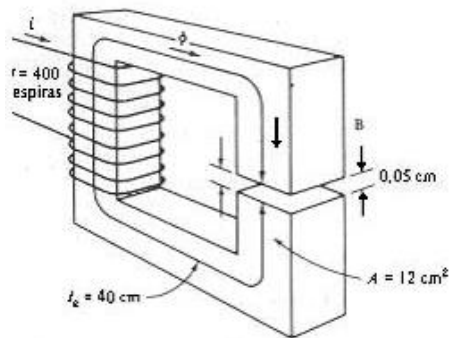

Fig. 1
3.-La Fig. 1 muestra un núcleo ferromagnético cuya longitud de trayectoria media es de  $40 \text{ cm}$ . Hay un pequeño entrehierro de aire de  $0,05 \text{ cm}$  en la estructura del hierro. El área de la sección transversal del núcleo es de  $12 \text{ cm}^2$ , su permeabilidad relativa es de 4000 y la bobina de alambre sobre el núcleo tiene 400 vueltas. Suponer que el efecto de borde del entrehierro de aire aumenta el área efectiva de la sección transversal de éste en un 5% y hallar: (a) la reluctancia total al paso del flujo (núcleo más entrehierro de aire) y (b) la corriente necesaria para producir una densidad de flujo de  $0,5 \text{ T}$  en el entrehierro de aire.